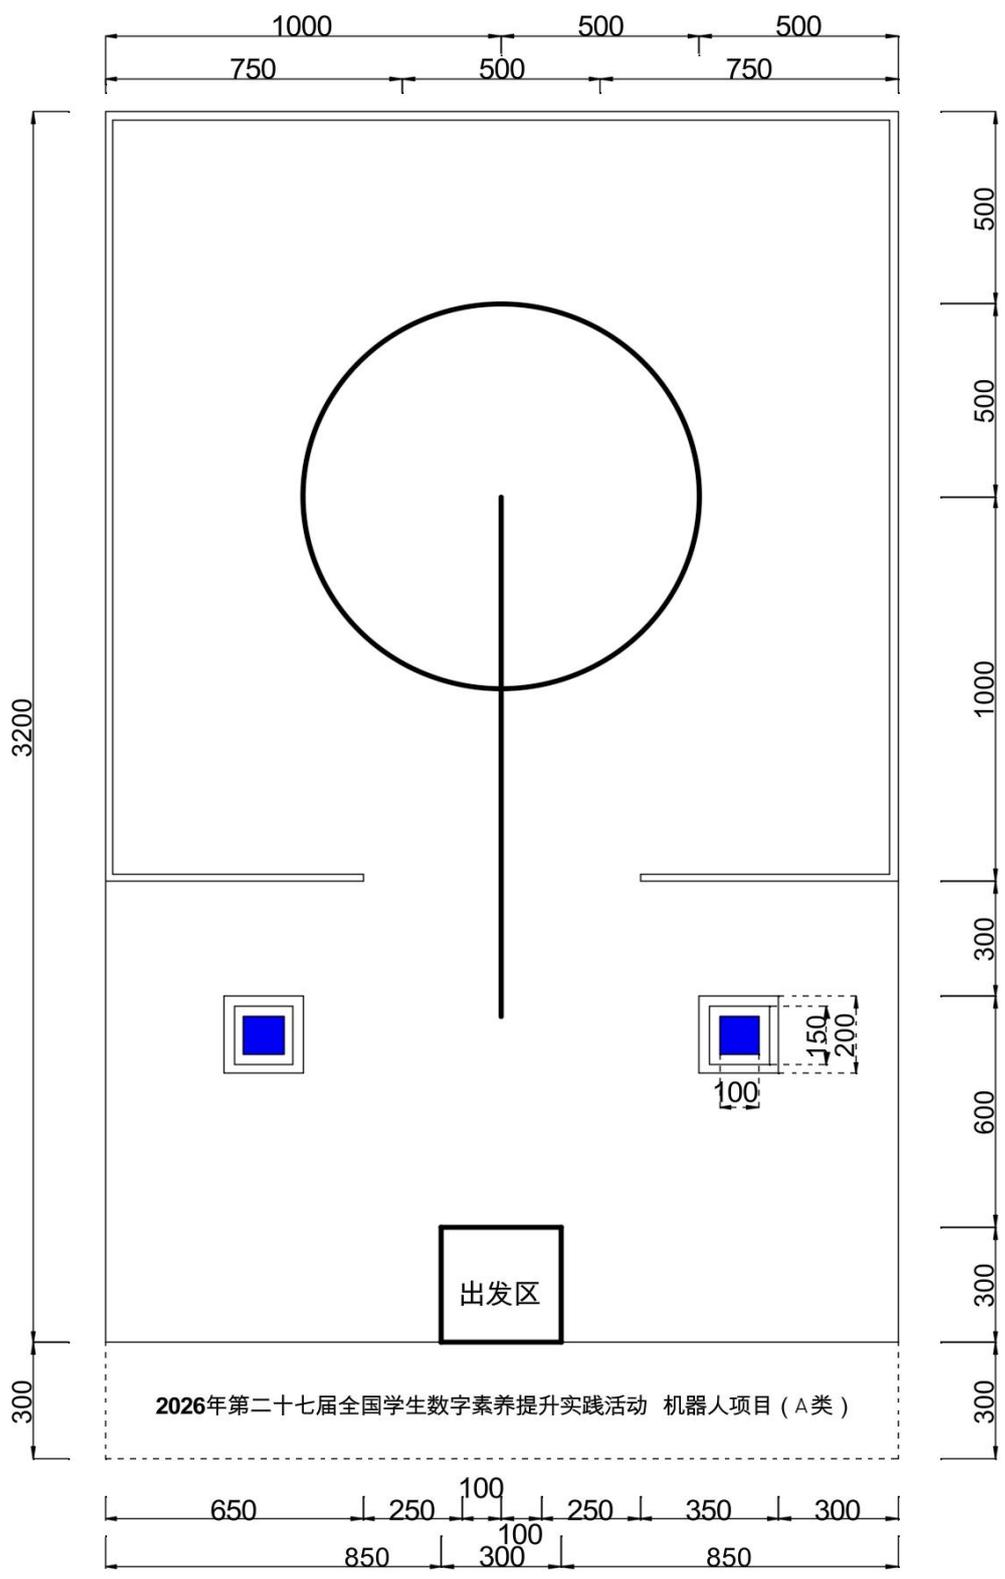

图1 场地俯视示意图
1.场地为大小约3200mm×2000mm的喷绘地图（以现场提供为准），圆与线段均为宽度约为15-20mm的黑色实线，如图1所示。